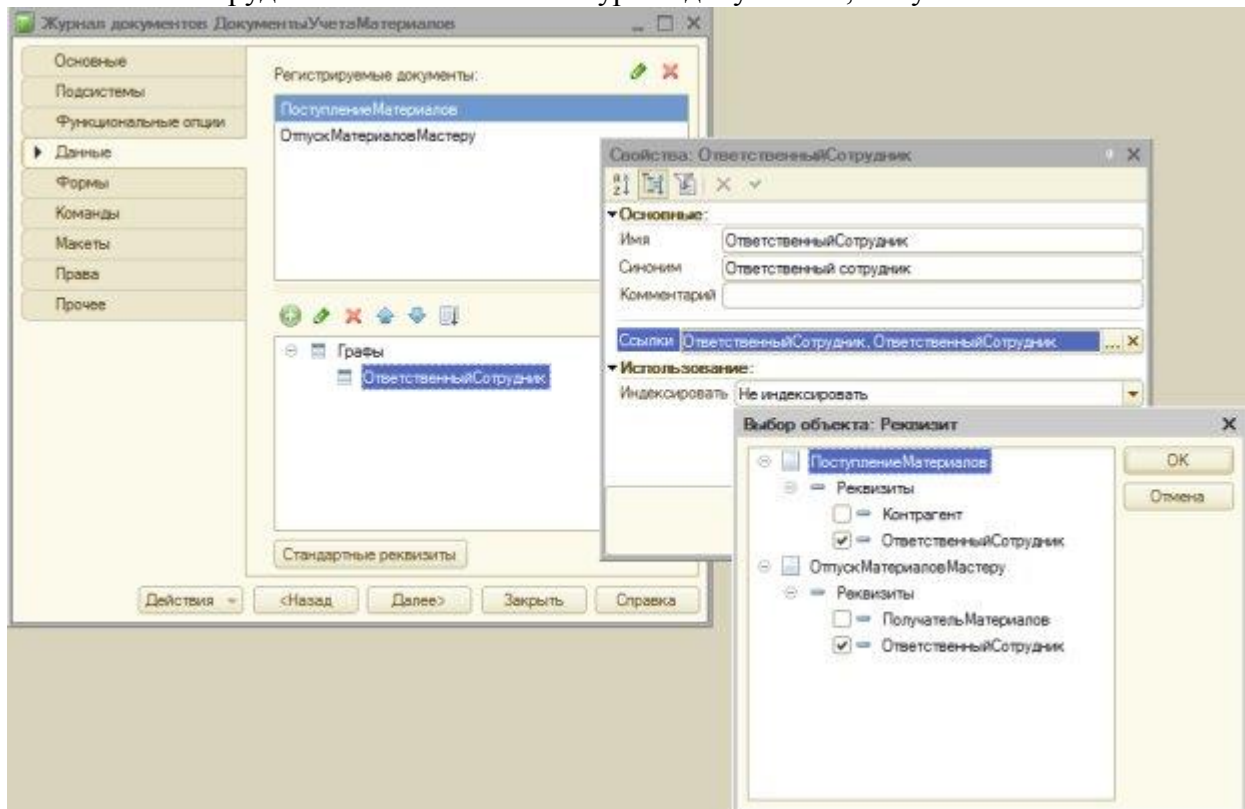

Рисунок 14.9. Настройка журнала документов
25. Добавим в конфигурацию новый журнал документов, назовем его ДокументыУчетаМатериалов. Включим журнал в подсистему ОперативныйУчетМатериалов. На вкладке Данные добавим в состав документов, регистрируемых в журнале, документы ПоступлениеМатериалов и ОтпускМатериаловМастеру. Добавим в журнал графу с именем ОтветственныйСотрудник, заполним свойство Ссылки для этой графы, указав реквизиты ОтветственныйСотрудник из включенных в журнал документов, Рисунок 14.9.